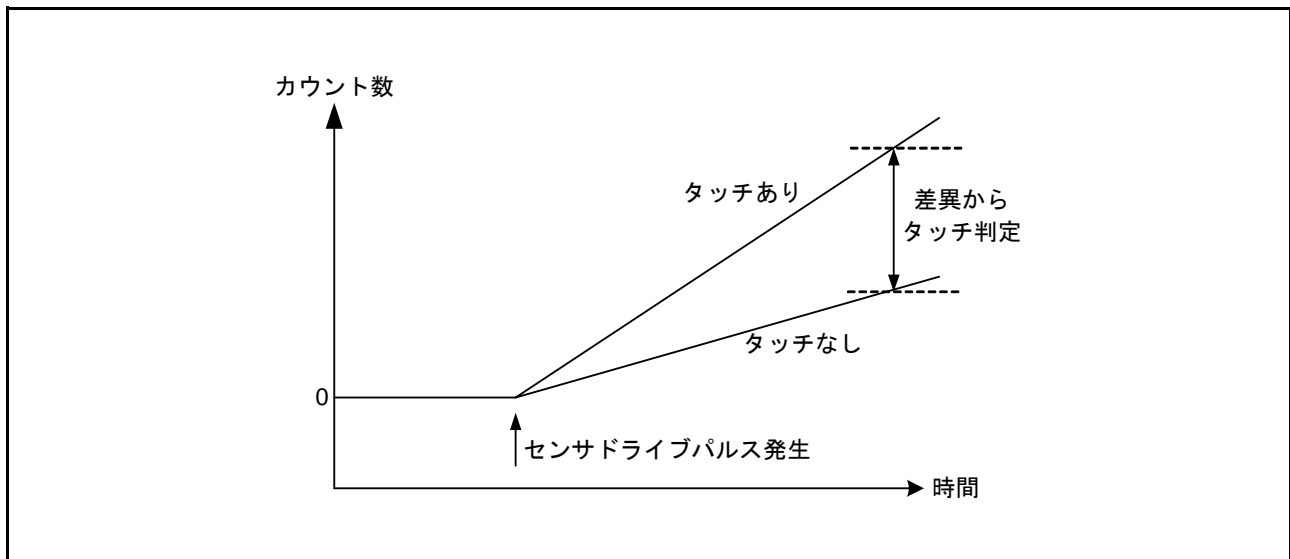

図 32.10 接触 / 非接触による計測値の変化
CTSU の電流周波数変換方式の静電容量計測動作原理を、図 32.8 ~ 図 32.10 を用いて説明します。
(1) と (2) の充放電を早いタイミングで切り替えることにより、スイッチドキャパシタフィルタに電流が流れます。このとき、人体の接近により静電容量値が変わるため、流れる電流が変化します。TSCAP 電源を生成する電源 (LDO) からスイッチドキャパシタフィルタに流れる電流に比例した制御電流を電流制御発振器 (CCO) に供給することで、クロックを生成します。人体の接近によって変わるクロック周波数をカウンタで計測し、読み出したカウンタ値を用いて、ソフトウェアで人体の接近を判定します (図 32.10)。